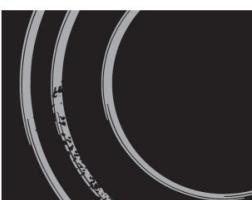

рис. 4
- **Изменение цвета стеклокерамической поверхности** не влияет на работу прибора. Чаще всего это следы пригоревшей пищи, результат использования некоторых видов посуды (например, алюминиевой или медной). Такие пятна трудно удалить полностью (рис. 4).